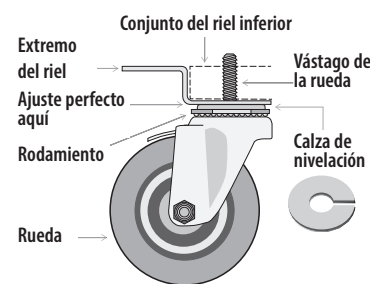

Fig. 7. Representación esquemática de una rueda.
3. Enrosque las ruedas en el riel del marco o en la parte inferior del aparato. Véanse las figs. 7 y 8.